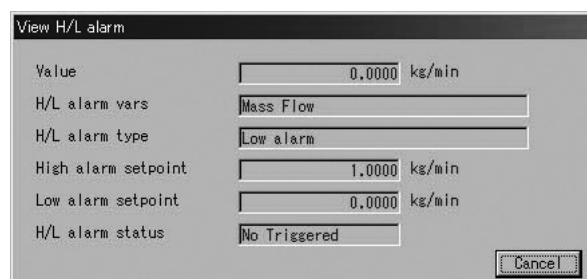

図18
- ④ プロセス値計測用のメッセージボックスを消す場合は「Cancel」をクリックしてください。
- ① 画面上部メニューの「Process Variable(V)」をクリックし、「View H/L alarm」を選び再度クリックすると、図18のような、H/Lアラーム用のメッセージボックスが現れます。